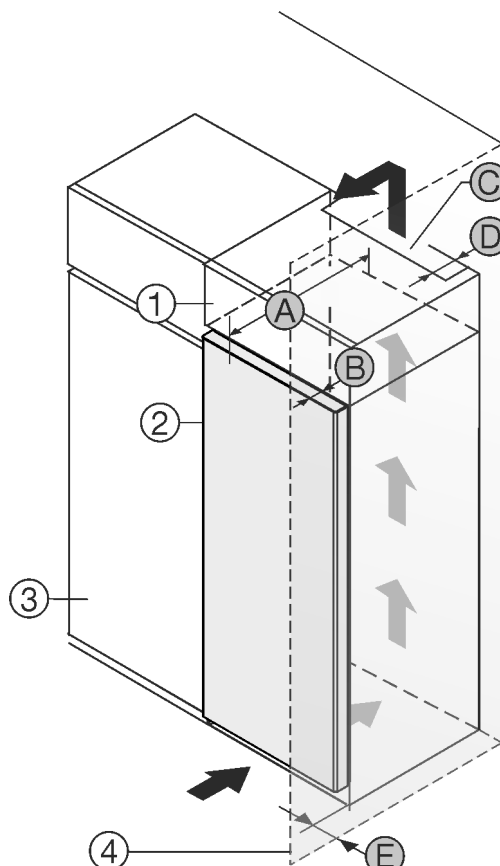

Fig. 1
Gerät direkt neben dem Küchenschrank Fig. 1 (3) aufstellen.*
An der Rückseite des Aufsatzschrankes muss ein Abluftschacht mit der Tiefe Fig. 1 (D) über die gesamte Aufsatzschrankbreite vorhanden sein.
Unter der Raumdecke muss der Entlüftungsquerschnitt Fig. 1 (C) eingehalten werden.
Wenn das Gerät mit den Scharnieren neben einer Wand Fig. 1 (4) aufgestellt wird, muss der Abstand zwischen Gerät und Wand mindestens 13 mm betragen.
Um die Tür vollständig öffnen zu können, muss Gerät um die Türtiefe Fig. 1 (B) gegenüber der Küchenschrankfront vorstehen. Abhängig von der Tiefe der Küchenschränke Fig. 1 (3) und Verwendung von Wandabstandshaltern kann das Gerät weiter herausragen.*